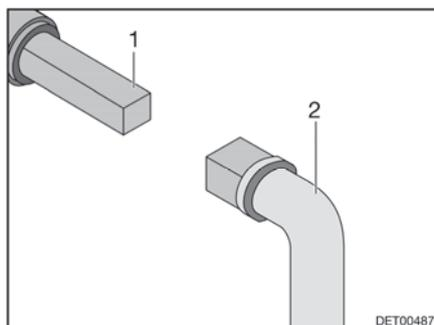

Fig. 97 Utilizzo del rubinetto di scolo delle acque grigie
- Inserire la chiave (Fig. 97,2) sul perno quadro (Fig. 97,1).